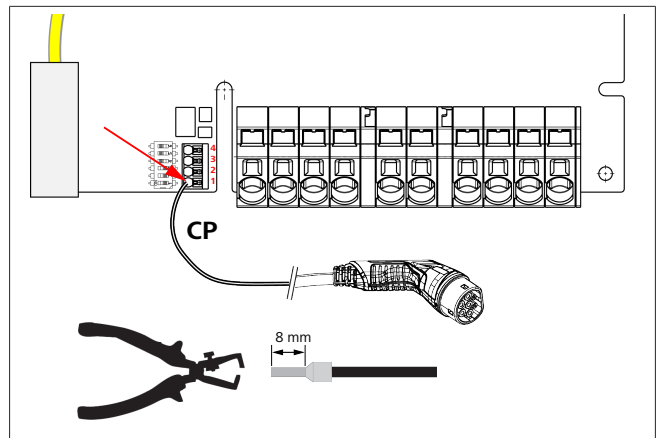

Fig. 7
- Com a ajuda da chave de fenda (3,5 mm), conecte as extremidades individuais do cabo ao bloco de bornes direito com a marcação "OUT" conforme a especificação na imagem (Fig. 7).